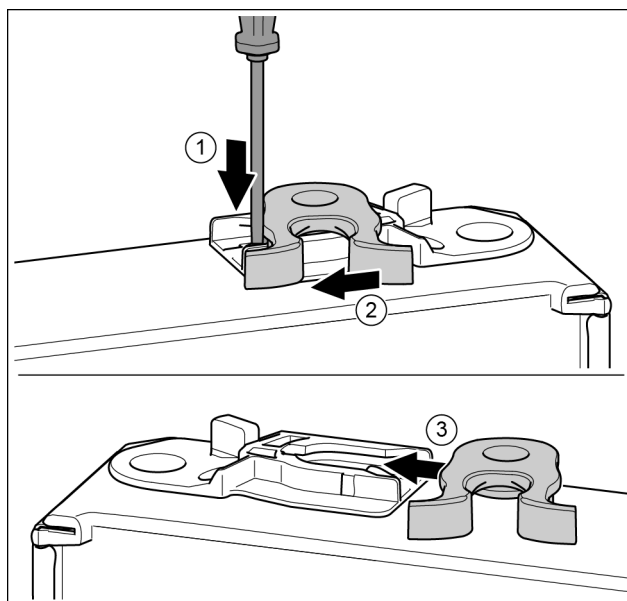

Fig. 19
- ▶ Onderkant van de deur wijst naar boven: Deur draaien. Fig. 19 (1)
- ▶ Lip met sleufschroevendraaier naar onder drukken. Fig. 19 (2)
- ▶ Sluithaak uit de geleiding trekken. Fig. 19 (2)
- ▶ Sluithaak aan de andere kant van de geleiding schuiven. Fig. 19 (3)